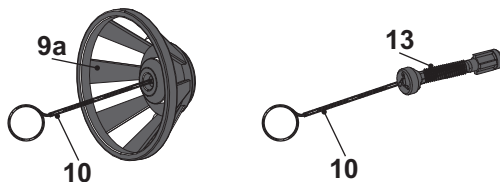

Fig. 11
- > Limpie cuidadosamente todas las piezas desmontadas con un producto de limpieza. Utilice la aguja de limpieza (10) para eliminar los restos de pintura de los orificios de la boquilla de pulverización (9a) y de la válvula (13) (Fig. 11).